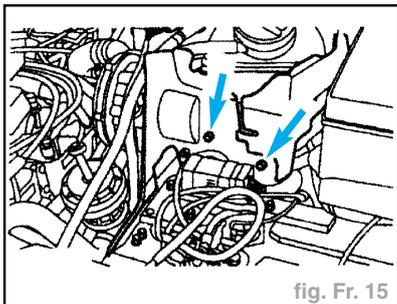

fig. Fr. 15
- Déposer les protections droite et gauche de la batterie (fig. Fr. 15).